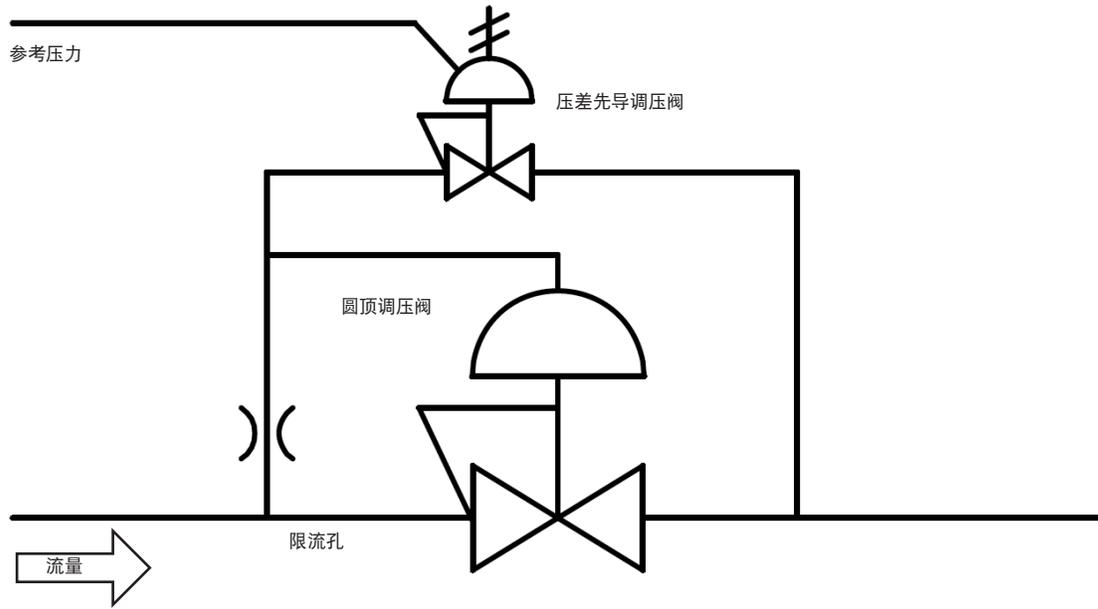

图 3
- **差压先导控制。**在此设置中，参考压力管路可以连接到整体式先导调压阀上（图 3）。然后可以调节先导调压阀以设定偏置压力。主调压阀的设定压力等于参考压力加偏置压力。